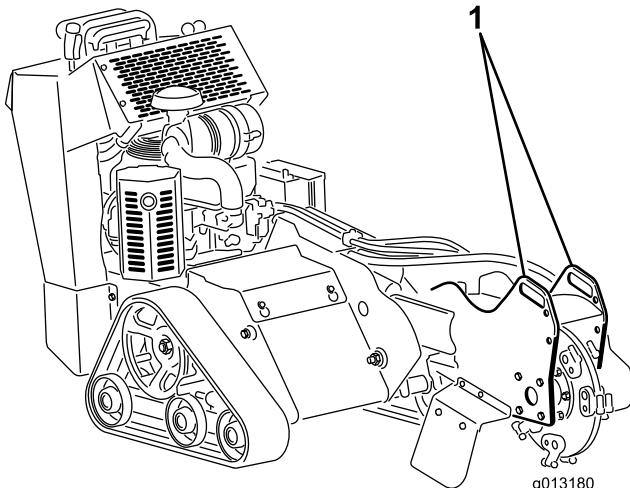
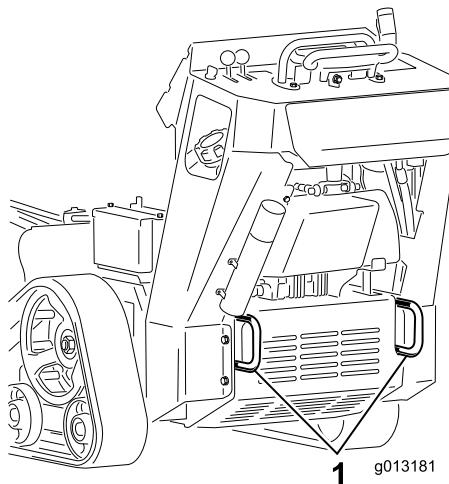

Figura 23
Figura 24
- Fixe a máquina ao atrelado com correias ou faixas utilizando os pontos de fixação na parte da frente e de trás da máquina (Figura 23 e Figura 24).
Pode levantar a máquina utilizando os pontos de fixação como pontos de elevação (Figura 23 e Figura 24).